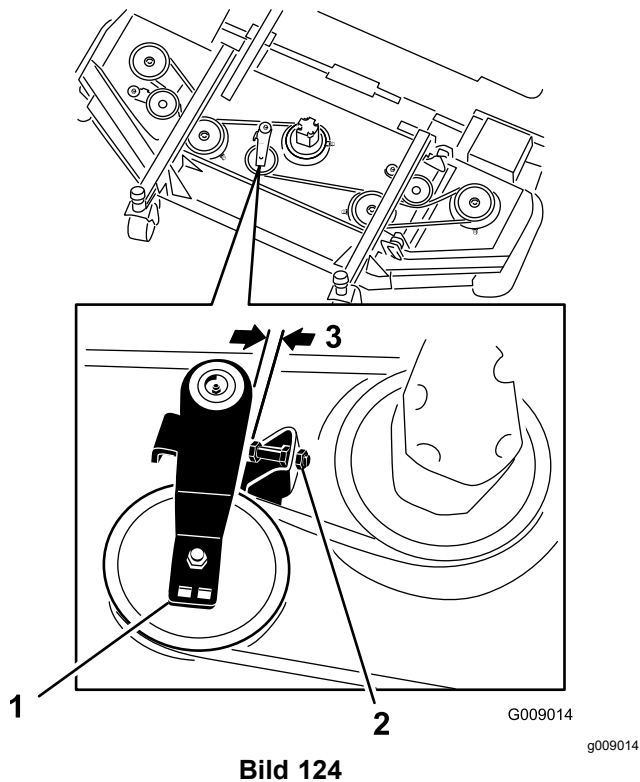

Bild 124
- Lösen Sie am Frontmähwerk in der Mitte die Klemmmuttern an der Anschlagsschraube der Spanscheibe und drehen die Anschlagsschraube in die Halterung (Bild 124).
- Schieben Sie jede Spanscheibe des Seitenmähwerts mit einem Ratschenschlüssel oder einem ähnlichen Werkzeug vom Treibriemen, um die Spannung zu lösen, und lassen Sie den Riemen von der Spanscheibe des Seitenmähwerts rutschen (Bild 124).